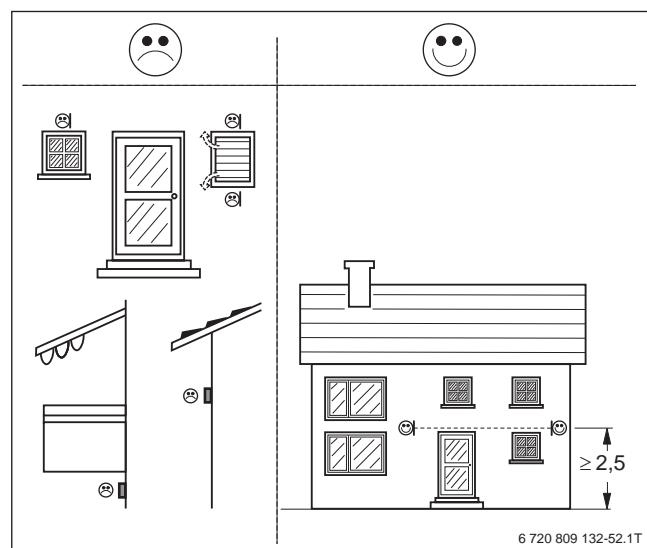

Рис. 94 Размещение датчика наружной температуры (размеры в м)
- Под навесами, балконами или под крышей ( $\rightarrow$  рис. 94)